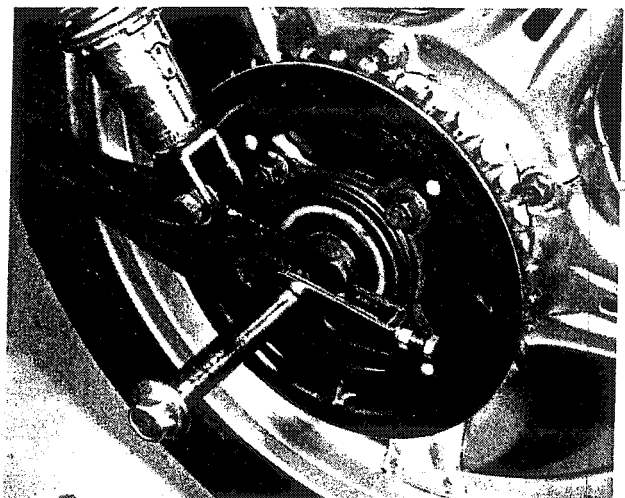

Bild 224
- Den Splint von der Achsmutter entfernen und die Kronenmutter abschrauben. Nun kann die Radachse nach links herausgezogen werden. Das Distanzrohr zwischen der Bremsankerplatte und der Schwinge heraus schlagen. Das Hinterrad nach hinten ausbauen (Bild 224).